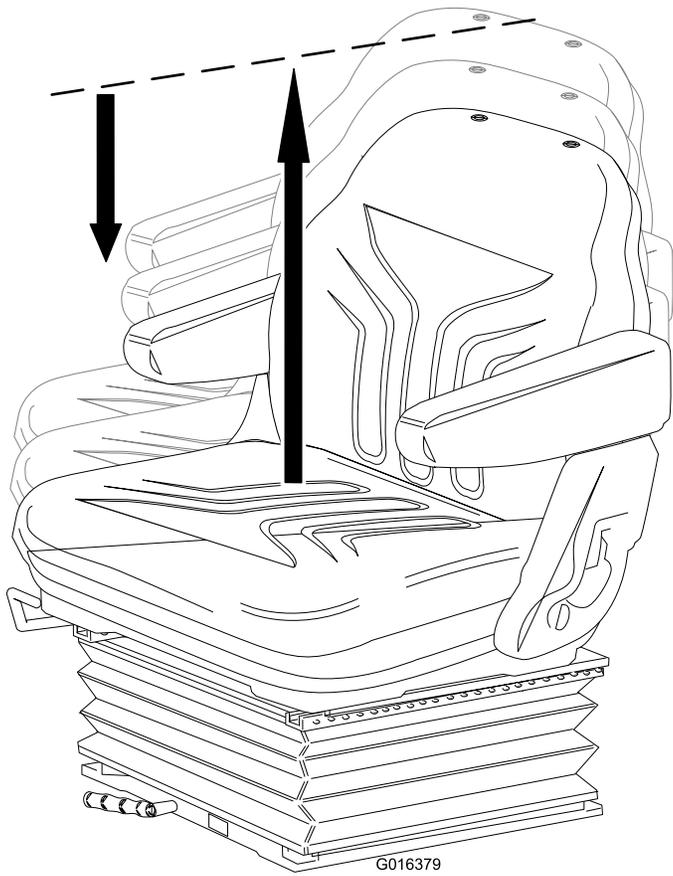

Figure 24
- **Réglage de la hauteur :** Levez manuellement le siège pour le régler progressivement en hauteur. Pour abaisser le siège, levez-le au-delà de son réglage le plus élevé, puis laissez-le redescendre au réglage le plus bas (Figure 24).